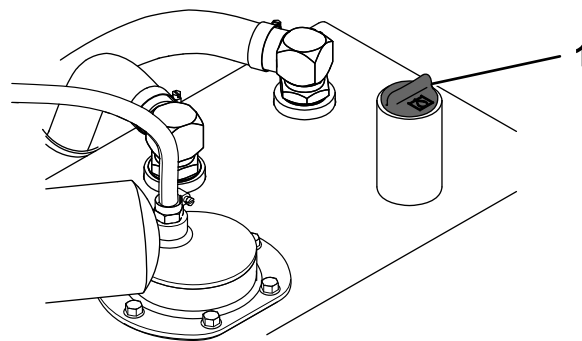

Figure 80
6. Nettoyez la surface autour du goulot de remplissage du réservoir hydraulique (Figure 80).